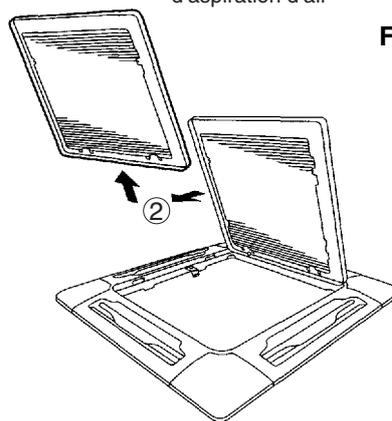

Fig. 9-13
- c) Lorsque la grille d'aspiration est ouverte, retirez la charnière de la grille de la façade de la cassette en la faisant glisser dans le sens indiqué par les flèches ② (Fig. 9-13)
- (2) Dépose du couvercle